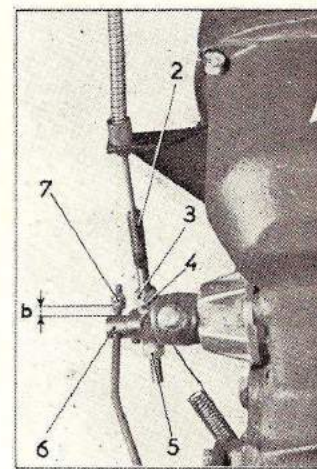

Fig. E 7.
Serrer le contre-écrou (3) (fig. E 7).
Agir sur l'écrou (7) de réglage pour assurer un jeu « b » = 1 mm entre l'écrou et le barillet (6) (fig. E 7).